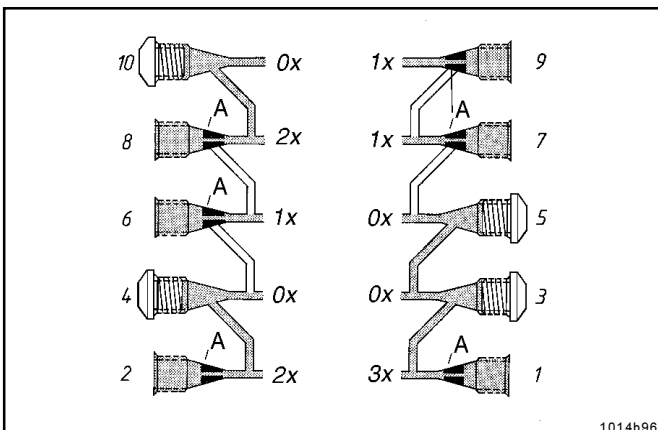

Abb. 22: Einfache, doppelte und dreifache Fördermenge gezeigt
- Wie in Abb. 22 gezeigt, ist z.B. die Auslaßbohrung 10 verschlossen. Die von dort geförderte Menge verläßt den Verteiler durch die Auslaßbohrung 8.
- Bei dreifacher Menge (an Auslaß 1), die Auslaßbohrungen oberhalb der Entnahme-Bohrung verschließen, siehe z. B. Auslässe 3 und 5 in Abb.22